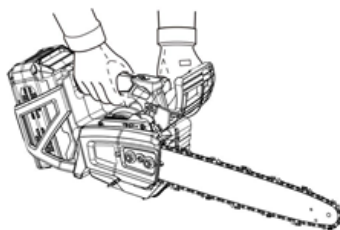

Fig 3
- Maintenir fermement la machine avec les deux mains (Fig. 3), avec la main droite sur la poignée arrière et la main gauche sur la poignée avant, lorsque l'unité est en fonctionnement. Tenez fermement les pouces et les doigts autour des poignées de la tronçonneuse. Une prise ferme aidera à réduire les rebonds et à garder le contrôle de la machine. Les deux mains doivent être utilisées à tout moment pour contrôler la machine.